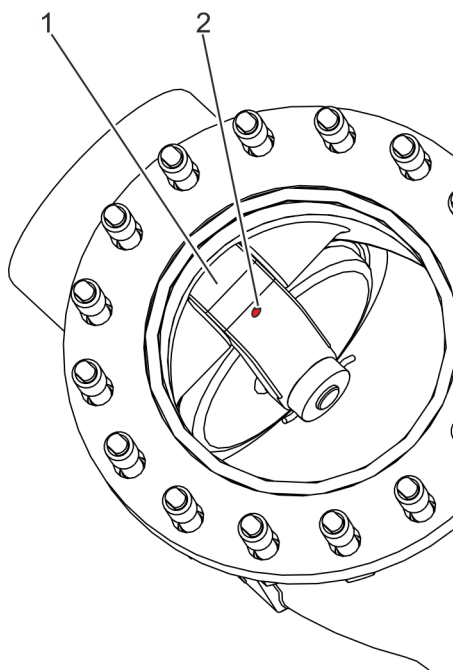

Fig. 32: Retirar el cáncamo macho
17.▶ Desenrosque el cáncamo macho del orificio (Fig. 32/2) en el brazo de la clapeta (Fig. 32/1).